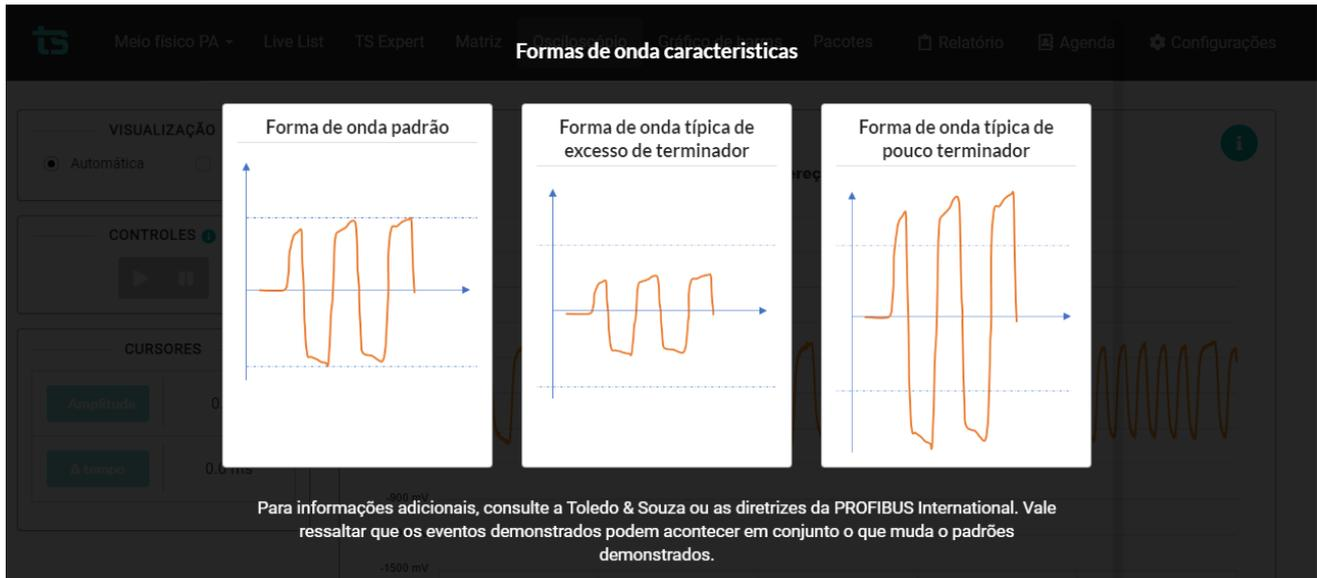

Figura 55: Exemplos de formas de onda
5. Formas de onda características: Ao clicar neste botão serão mostradas na tela imagens com exemplos de formas de onda tipicamente encontradas ao realizar uma análise de meio físico PA, conforme mostrado na Figura 55. Essas imagens são meramente ilustrativas e servem apenas como um guia visual para auxiliar a identificação problemas comuns.